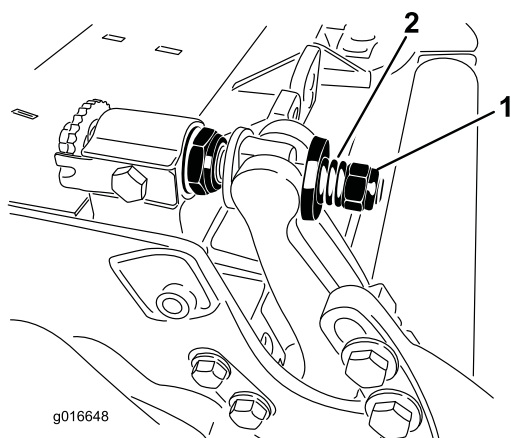

Figure 31
3. Serrez les contre-écrous également de chaque côté jusqu'à ce qu'il ne soit plus possible de tourner les rondelles d'acier extérieures à la main. Desserrez alors les contre-écrous jusqu'à ce qu'il soit possible de tourner les rondelles d'acier extérieures à la main et que la barre d'appui ne présente aucun jeu axial (Figure 31).
10. Serrez l'écrou sur chaque vis de réglage de la barre d'appui jusqu'à ce que le ressort de compression soit complètement comprimé, puis desserrez l'écrou de 1/2 tour (Figure 31).